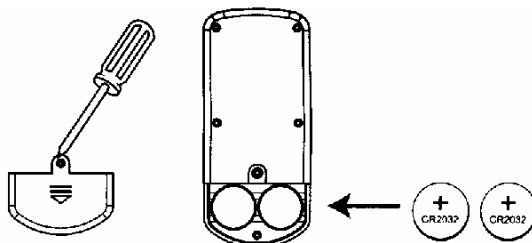

Рис. 4. Замена батареек в пульте модели 681R
- *Установите две батарейки типа CR2032 (для устройства модели 681R) или одну батарейку L1028 (для модели SVEN MINI RC) с учетом полярности, которая показана на рисунке и закрутите винты (Рис. 4)*